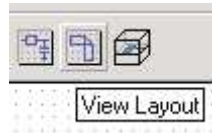
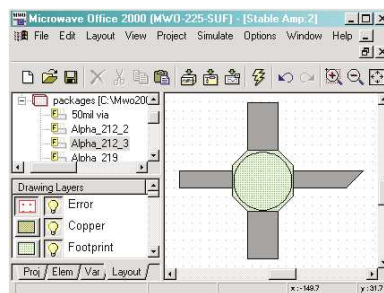

FIG. 7 – Bouton 'View Layout' situé dans la barre d'outils.
FIG. 8 – Représentation réelle du transistor.
La représentation réelle (cf Fig.8) du transistor s'obtient en cliquant dans la barre de menu sur le bouton **View Layout** représenté Fig.7 :
- * Afficher la représentation réelle du circuit en cliquant sur le bouton 'View Layout' situé dans la barre de tâche (cf Fig.7).